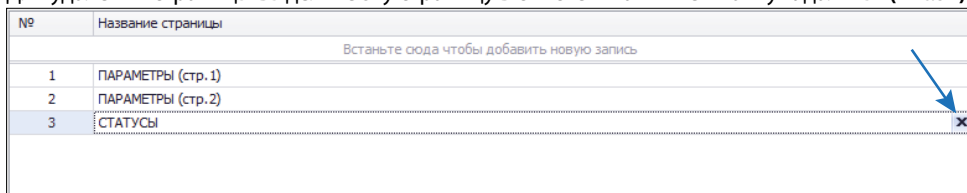

Рис.51. Удаление страницы.
- на панели «Страницы» установите курсор мыши на верхнюю строку и введите заголовок страницы, который будет отображаться на экране устройства при переходе на эту страницу (**Рис.51**);
Для удаления страницы выделите эту страницу в списке и нажмите кнопку «Удалить» (**Рис.51**).